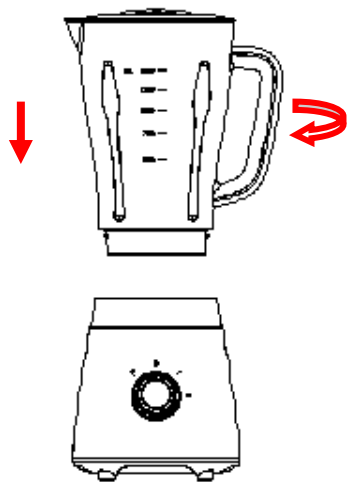

Fig.5
- 3) Në fund, vendosni enën në njësinë motorike duke e lidhur rripin në pjesën e poshtme të enës. (shih fig. 5)